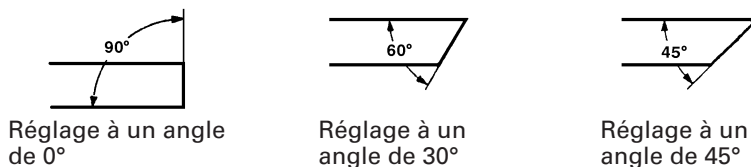
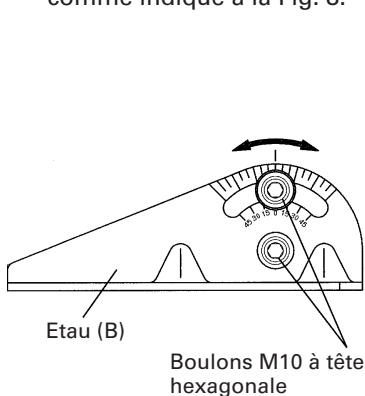

Fig. 7
Fig. 8
4. Coupes à angle (Fig. 7 et 8)
Desserrer les deux boulons M10 à tête hexagonale de l'étau (B), puis régler la surface de travail sur la mâchoire d'étau à un angle de 0°, 30° ou 45° comme indiqué à la Fig. 7. Lorsque le réglage est terminé, serrer à fond les deux boulons M10 à tête hexagonale comme indiqué à la Fig. 8.